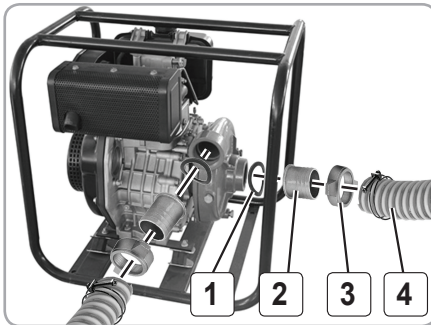

Fig.12
- pentru conectarea motopompei trebuie să folosiți furtune de aspirație/refulare cu armatură neexpansibile fixate cu colierele (se achiziționează separat) (fig. 12);